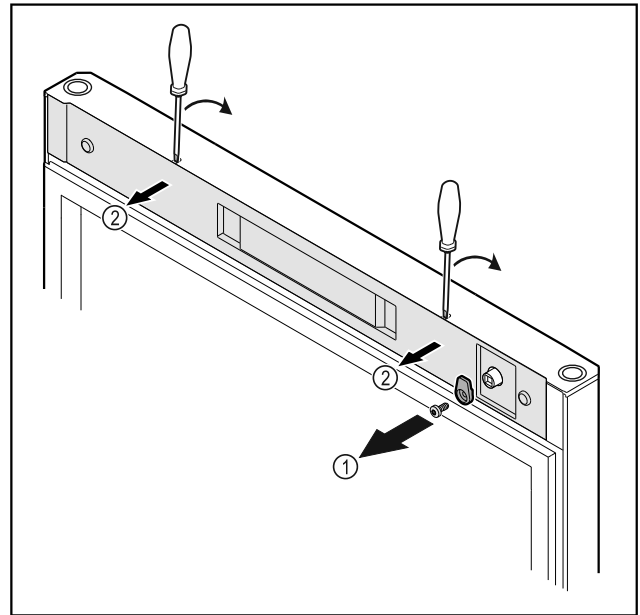

Fig. 12
- ▶ Открутите запорный крючок Fig. 12 (1).
- ▶ С помощью небольшой отвертки освободите крышку Fig. 12 (2) от фиксации и снимите ее.